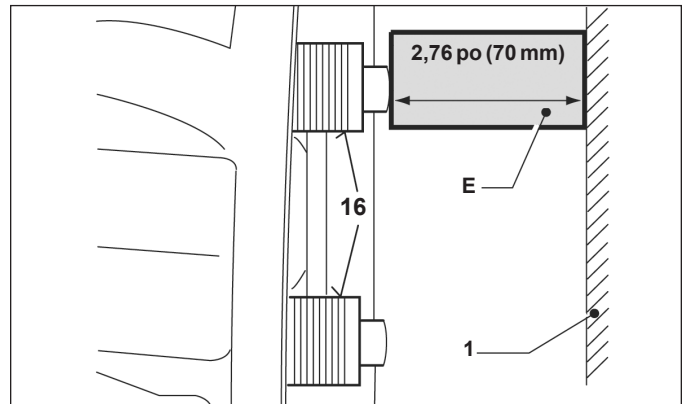

Figure 52 – Utilisation d'une entretoise (contrôle hors véhicule)
Si le technicien effectue le travail sur un établi, il lui sera utile d'insérer une entretoise de 2,76 po (70 mm) (cf. référence « E », Figure 52) dans l'étrier (1) pour arrêter la sortie des tubes.
5.5.11 Lubrifier les filets en bon état avec de la graisse blanche (code-article II14525 ou K021964). Avant de poser les joints internes de rechange (22), rentrer les tubes filetés en tournant l'adaptateur (61) dans le sens antihoraire.